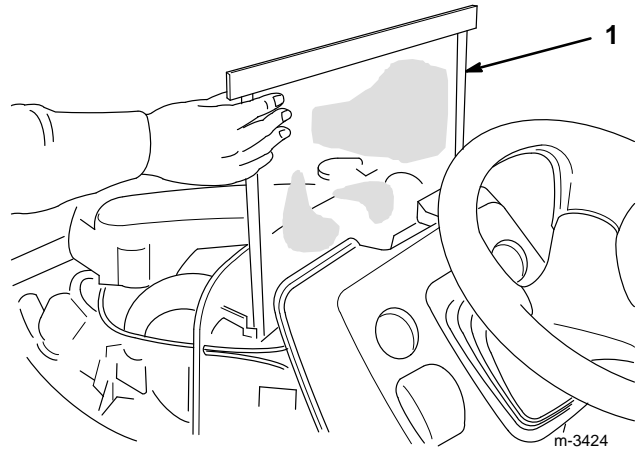

Abbildung 8
3. Das Kühlersieb (Abb. 8) befindet sich zwischen dem Kühler und dem Armaturenbrett am Traktor. Zum Ausbau das Kühlersieb aus seinem Halteschlitz nach oben herausziehen. Alle angesammelten Fremdkörper entfernen und das Sieb wieder anbringen.